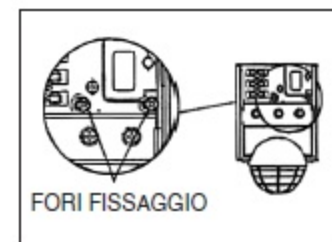

Fig. 2
- 3) Facendo pressione con un cacciavite sfondare i due fori per il fissaggio a muro (fig. 2).